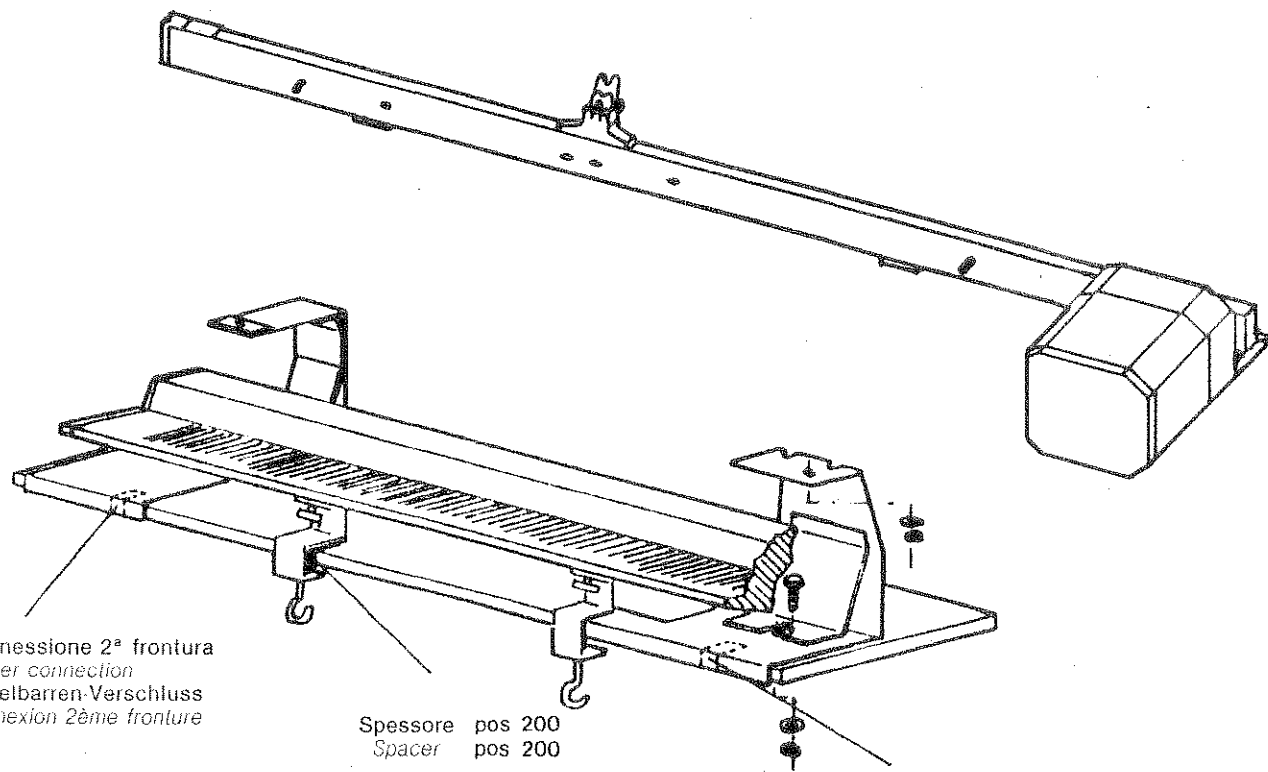

FIG. 3
Position the brackets as shown in the drawing and use only second shuttle track clamps setting one on the left end of the right bracket and the other above the relative shim (200). Now push the machine on to the clamps already mounted at depth. Place motorization onto brackets, if mounting is correct, the zero mark on the motorization should correspond with the centre of the machine. Screw the "6" nuts with the spanner unit, taking care to insert into the pin, first the flat washer and then the tab washer. If the bench is made of wood or has a solid surface, make a 7/8 mm. hole (see fig. 3) so that fixing is firm.
Eine Klemme am linken Ende der rechten Bügelschraube und die andere über dem Distanzstück (200) anbringen. Dann die Maschine auf die bereits in der Tiefe montierten Klemmen drücken. Danach muss die Maschine fest auf die Platte gedrückt werden, wobei sicherzustellen ist, dass der linke Abschluss der Klemmen kantengleich mit dem linken Abschluss der Bügel abschliesst. Dann wird der Motor auf die Bügel gesetzt; wenn alle Arbeiten richtig ausgeführt worden sind, muss die Nullstellung (Mitte) des Motors mit der Maschinenmitte übereinstimmen. Dann werden die 6"-Muttern mit dem Schraubenschlüssel aus dem Werkzeugsatz angezogen, wobei zuerst die glatte und mit eintelliger Unterlegscheibe auf den Stift gesteckt wird. Wenn der Motor auf eine Holzplatte oder einen Tisch mit eintelliger Platte montiert wird, ist ein Loch von 7/8" (siehe Abb. 3) zu bohren, wodurch eine sichere Befestigung ermöglicht wird.